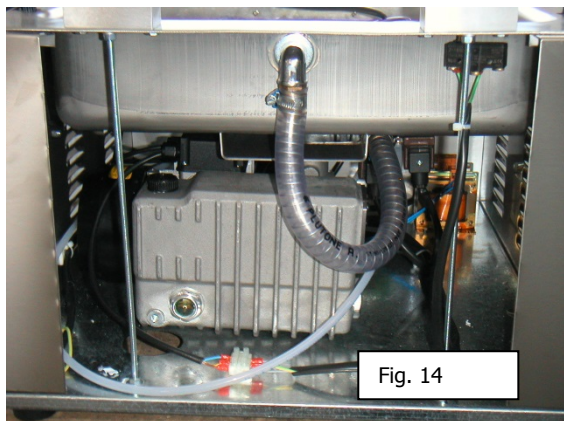

Fig. 14
2. Enlever le panneau postérieur comme dans la fig. 14